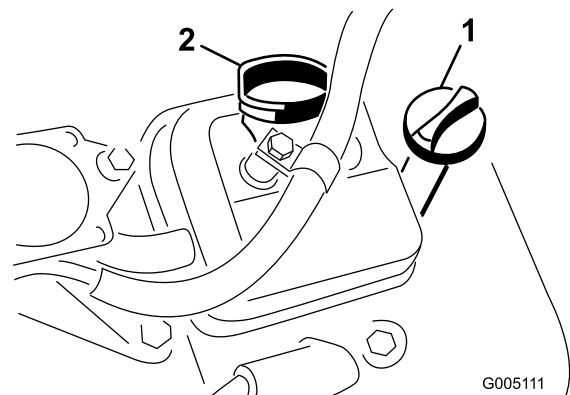

図 25
2. ディップスティックを抜き、ウェスで一度きれいに拭く。ディップスティックを、チューブの根元までもう一度しっかりと差し込む(図 25)。